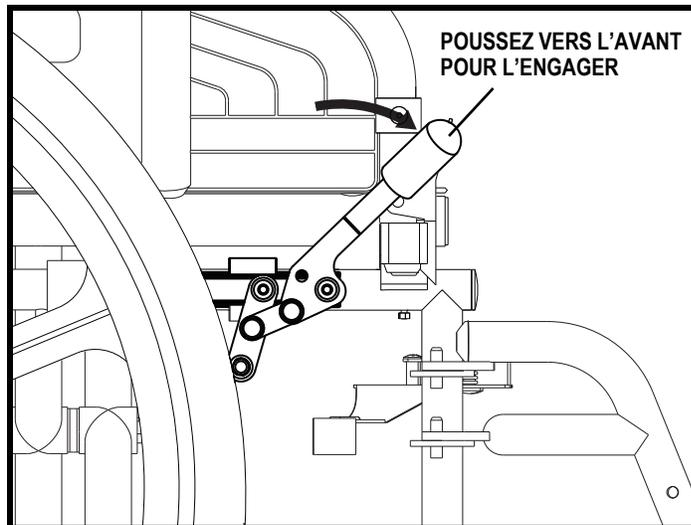

Figure 6. Frein de stationnement manuel droit (poussez pour bloquer)
1. Engagez les deux freins destination. Voir la figure 6 ou 7.
1. Engagez les deux freins manuels. Voir la figure 6 ou 7.